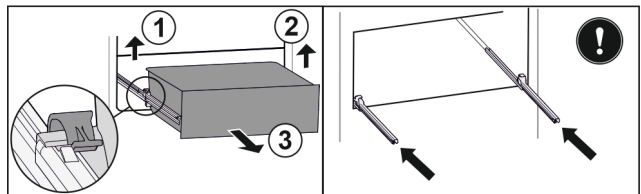

Fig. 149
- Linke Klemme anheben und gleichzeitig Schubfach links nach vorne ziehen. Fig. 149 (1)
- Rechte Klemme anheben und gleichzeitig Schubfach rechts nach vorne ziehen. Fig. 149 (2)
- Schubfach nach vorne entnehmen. Fig. 149 (3)